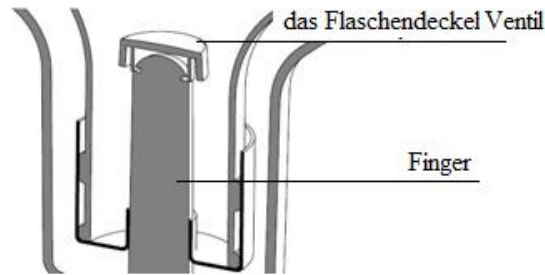

Abbildung Nr. 8. «Platzierung des Flaschendeckel Ventils auf dem Finger des Geräts»
- 2.3. Der Finger auf dem die Flasche platziert wird, öffnet automatisch den Ventil auf dem Flaschendeckel, der sich vor der Platzierung der Flaschen im geöffneten Zustand befindet (Siehe Abbildung Nr. 8.);